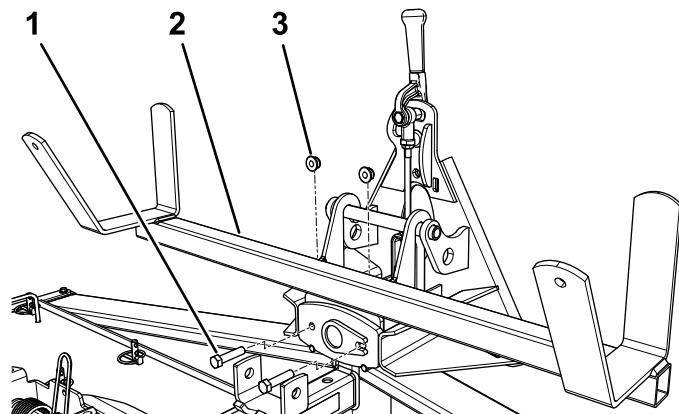

図2
2. 図2のように、アダプタアセンブリにクレードルを取り付け、ボルト3/8 x 1-1/2インチ2本とフランジナット3/8インチ2個で固定する。